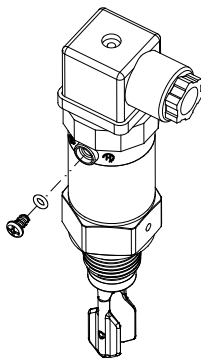

图 14
- (1) 用螺丝刀拧开并取下壳体部分的螺丝（见图 14），可见到内部的电子电位计；